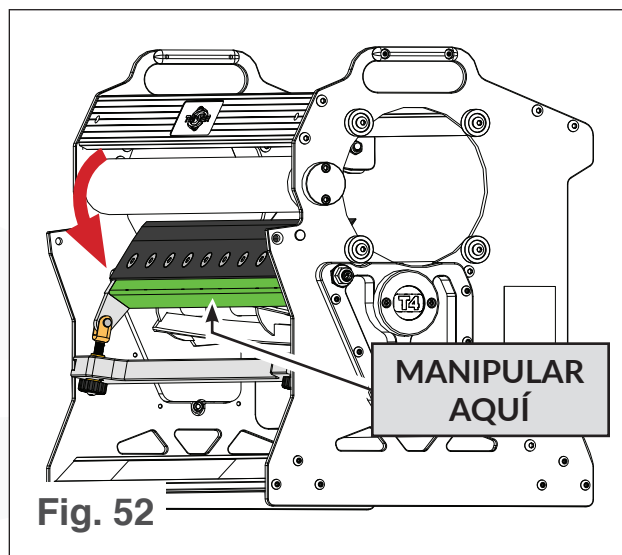

Fig. 52
5. Gire la navaja fija hacia arriba empujando la parte gruesa de la base hacia abajo (ver Fig. 52). No agarre el extremo afilado de la navaja fija.